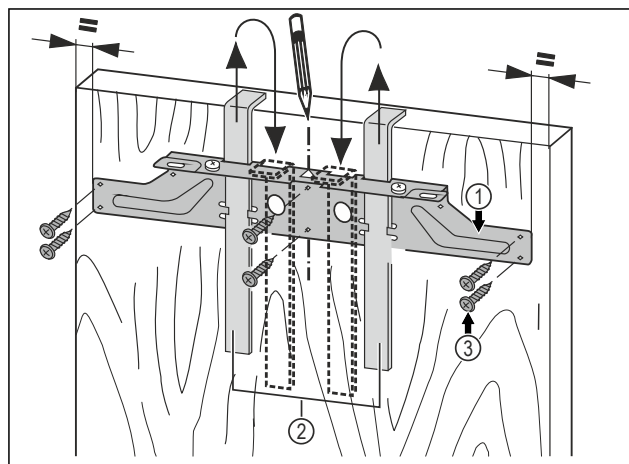

Fig. 59
- ▶ Agățați traversa de fixare Fig. 59 (1) cu ajutoarele de montaj Fig. 59 (2) pe partea interioară a ușii mobilierului.
- ▶ Aliniați traversa de fixare Fig. 59 (1) central pe ușa.
- ▶ Înșurubați traversa de fixare Fig. 59 (1) cu cel puțin 6 șuruburi Fig. 59 (3).
- ▶ Înșurubați traversa de fixare Fig. 59 (1) pe margine cu 4 șuruburi Fig. 59 (3).
- ▶ Scoateți ajutoarele de montaj Fig. 59 (2) în sus și introduceți-le rotite în deschiderile de montare adiacente.